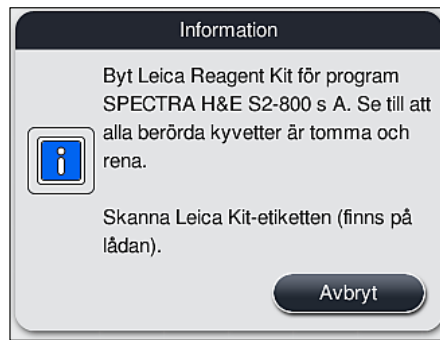

Bild 57
1. Om ett informationsmeddelande (→ "Bild 57") visas på skärmen ska du placera förpackningens etikett framför RFID-sensorn på instrumentets framsida (→ "Bild 58-1") för att skanna den.
- Skanningen av Leica Reagent Kit kan endast avbrytas med knappen **Avbryt** i informationsmeddelandet som visas i (→ "Bild 57"). Den måste avbrytas innan förpackningens etikett börjar läsas in för att inte Leica Reagent Kit ska förfalla.